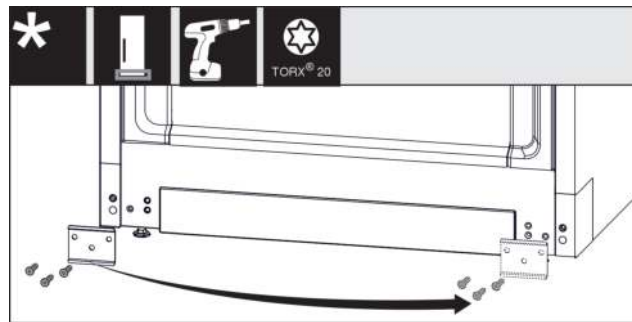

Fig. 14
- ▶ Blech Fig. 14 (1) abschrauben, auf die andere Seite umsetzen und wieder anschrauben.